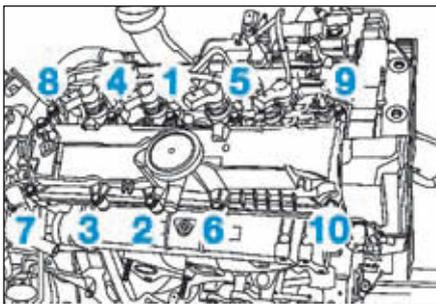

FIG.78
- Serrer les vis du couvre-culasse en respectant l'ordre indiqué (Fig.78).